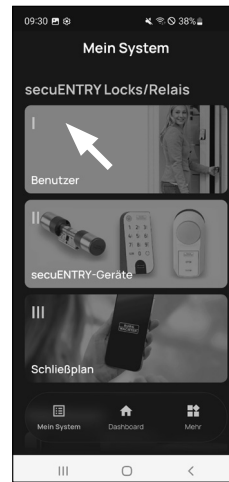

Abb. 2
- ❷ Tippen Sie auf den ersten Menüpunkt „I - Benutzer“ (Abb. 2).
- ❸ Sie sehen eine Auflistung der bereits angelegten Benutzer. Tippen Sie den Benutzer an, für den Sie den RFID-Transponder einrichten möchten (Abb. 2).